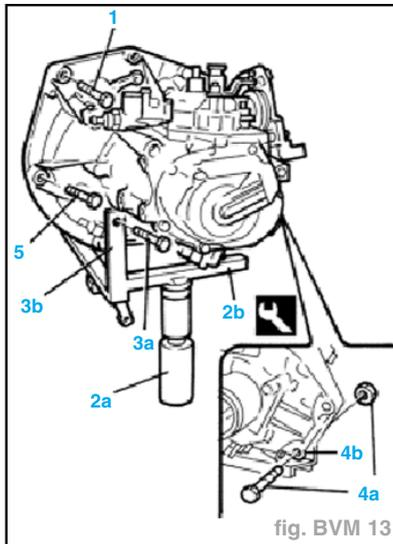

fig. BVM 13
- Dévisser les vis de fixation supérieures de la BV (1) (fig. BVM 13).